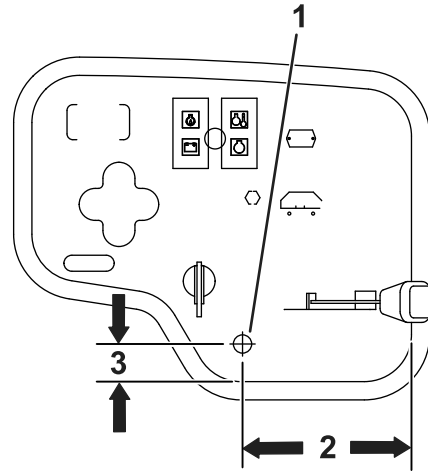

Figura 3
5. Utilizando las dimensiones que se muestra en la Figura 3, ubique, marque y realice un taladro de 13 mm de diámetro en el panel de control.